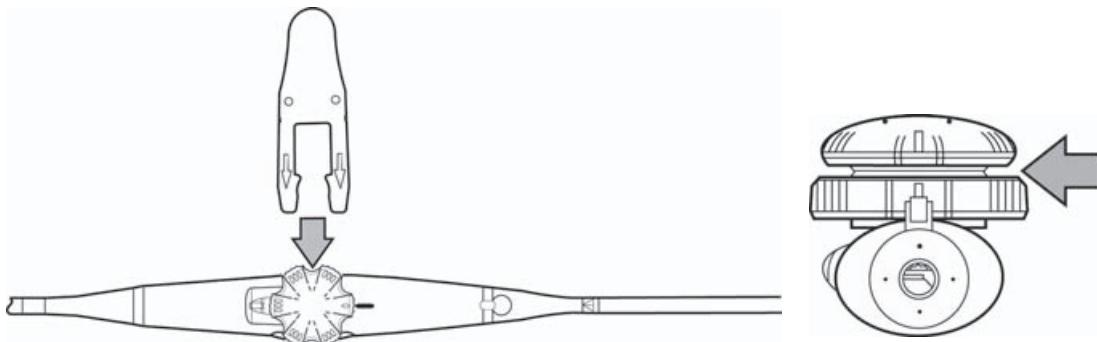

图 5 插入穿孔测试工具。
- 1 将穿孔测试工具插入扫描平面控制键下方，如图 5 所示。穿孔测试工具随附于 TEExi 和 TEEexp 换能器中。